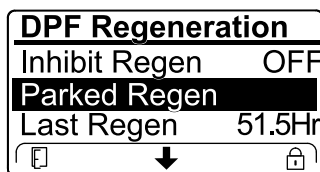

Рисунок 24
- Если компьютер двигателя запрашивает или выполняет восстановительную регенерацию, а вы перейдете вниз к опции PARKED REGEN (СТАЦИОНАРНАЯ РЕГЕНЕРАЦИЯ), стационарная регенерация будет заблокирована и в нижнем правом углу дисплея инфо-центра появится значок «Замок» (Рисунок 24).